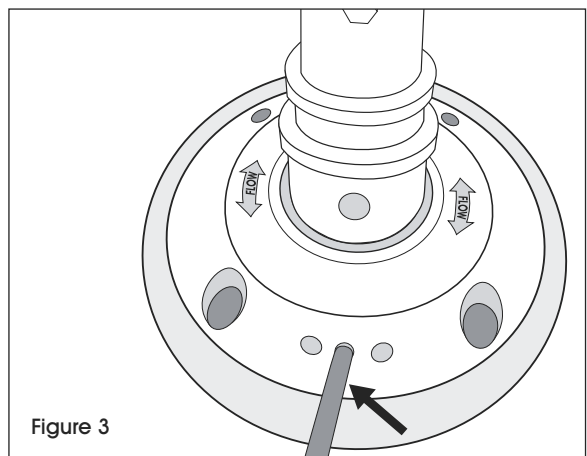

Figure 3
6. À l'aide d'un marteau ou d'un maillet en caoutchouc, insérez la goupille en acier dans le trou central pour sécuriser le poteau à la base. (Voir Figure 3)